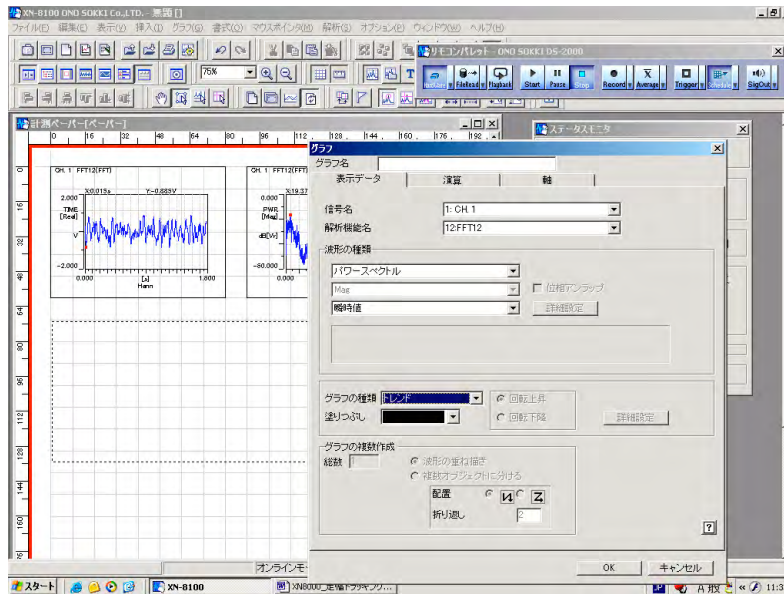

図 15
- ⑤ 「挿入 → グラフ」で [グラフ] プロパティを開きます。
- ⑥ [グラフ] プロパティの [表示条件] ページを下表のように設定し、OK ボタンをクリックしてグラフを表示します (図 15)。